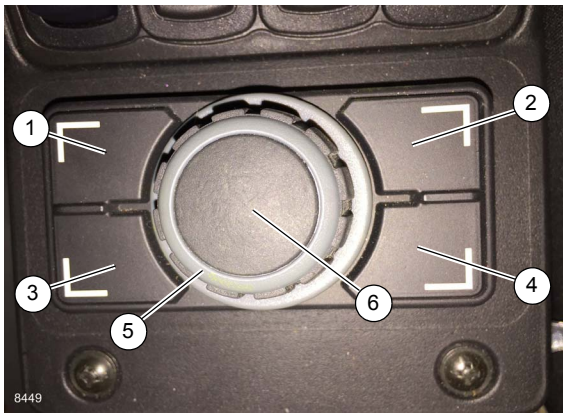

FIGURA 3-13
El cuadrante selector acciona el CCS de la misma forma que los botones en la consola de pantalla, permitiendo un fácil acceso para el operador. El giro del cuadrante selector realiza la misma función que los botones de flecha de navegación en la consola de pantalla. El icono en la esquina inferior izquierda de la vista de pantalla le indica al operador la pantalla que el cuadrante selector está controlando en ese momento. El botón de cambio de pantalla (4) (Figura 3-13) se utiliza para pasar de una pantalla a otra. El botón de tabulación también se puede utilizar para silenciar temporalmente las alarmas audibles. La funcionalidad de los otros botones es diferente, dependiendo de la zona, del menú y la pantalla.
La vista principal (más abajo) aparece en la pantalla de funcionamiento (vista inferior) cuando se conecta la llave. La vista principal muestra el estado de los sistemas de la grúa. Los iconos de color ámbar están habilitados. También muestra información a partir de los códigos en otras vistas. El operador puede seleccionar y activar zonas desde esta vista. El botón de escape (1) (Figura 3-13) permite regresar a la vista principal.
Cuando se oprime el botón de menú en el cuadrante selector (3) (Figura 3-13) o en el tablero de control del CCS, se muestra la información general de los grupos de menú para la apertura de los menús y submenús.
Para seleccionar opciones durante el aparejo. Ésta es la única función donde el botón de menú (3) (Figura 3-13) no navega automáticamente a la vista principal. Debe seleccionarse con el icono de menú, en la parte inferior izquierda de esta pantalla
Pulse el botón aceptar/introducir en la pantalla o en el cuadrante selector (6) (Figura 3-13) para salir de la vista de estabilizadores.
Oprima el botón de escape (1) (Figura 3-13) para salir del menú y regresar a la vista principal del CCS. El operador ahora puede navegar a la pantalla del RCL.